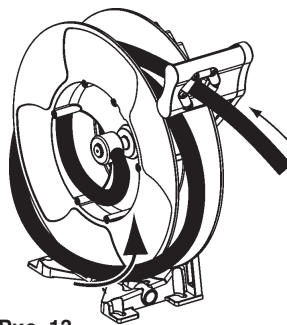

Рис. 13
2. Намотать висящий шланг на катушку (рис. 13).